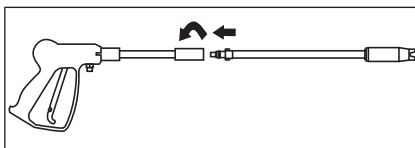

Figure 5 - Branchement de Pistolet/Lance
1. Introduire la lance dans le pistolet et tourner au sens des aiguilles d'une montre à l'arrêt positif tel qu'indiqué sur la Figure 5.